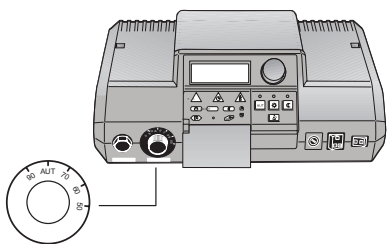

Рис. 4 Снять ручку регулятора
- Снять ручку регулятора температуры котловой воды (рис. 4).